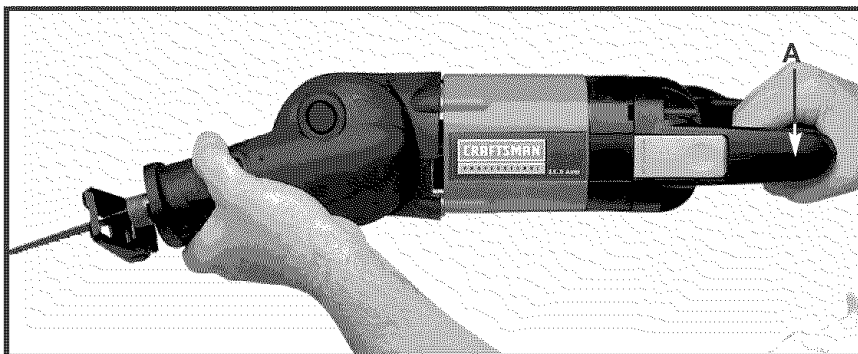
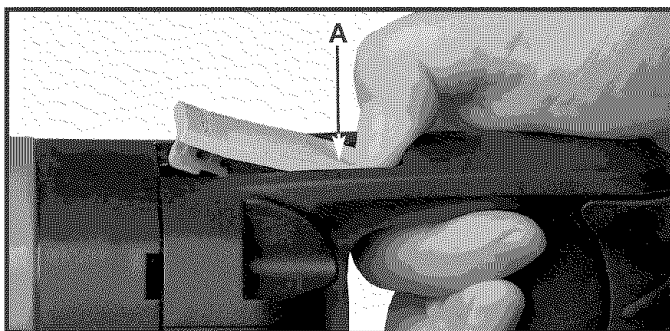

Fig. 14A
Fig. 14B
El del asidero (A) Fig. 14A se puede girar 90° a la derecha o 90° y 180° a la izquierda. Para girar el asidero, deprimir cerrando de palanca (A) Fig. 14B y gira el asidero a la posición deseada. Después que ajustar se cerciora el asidero se cierra en la posición antes utilizar el vio.